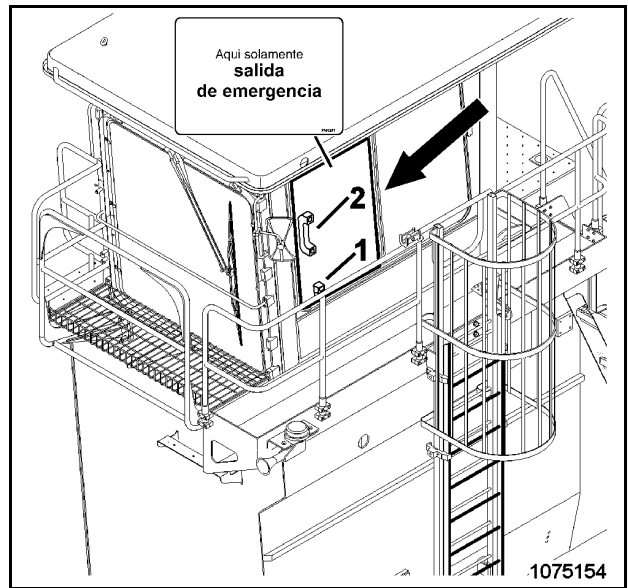

Fig. 2-24:
La ventana deslizante (flecha, Fig. 2-24) lateral izquierda de la cabina del operador sirve como abertura alternativa o salida de emergencia.
- Levante el pestillo (1, Fig. 2-24).
- Tome la manija (2) y deslice el cristal de la ventana hacia la izquierda.